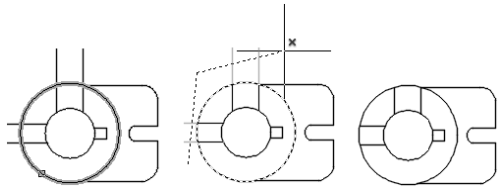

图 3-32 栏选修剪对象
(3) 选择“栏选”选项时，系统以栏选的方式选择被修剪对象，如图 3-32 所示。